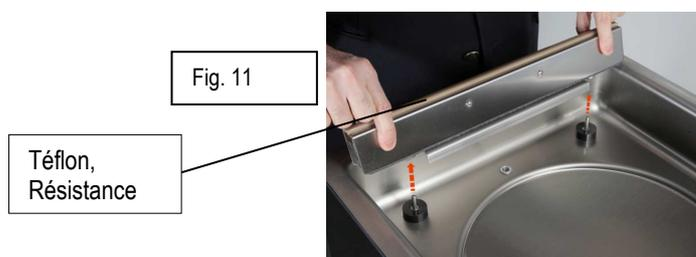

Fig. 11
3. Remplacer les résistances électriques (fig. 11) le téflon de la barre de soudure (fig. 11), les joints de couvercle (2, fig. 10) environ toutes les 200 heures de travail.